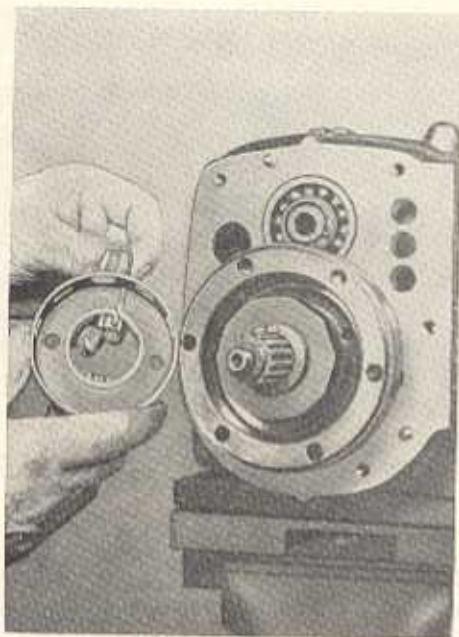

Bild G 70. Einlegen der Drehfeder in den Rollenkäfig
5. Den Rollenkäfig, in den die Drehfeder auch schon vorher mit dem Rücken nach rechts (wie Bild G 70 zeigt) eingelegt werden kann, über den Stern schieben und das freie Federende in das 2-mm-Loch der Wandung des Käfigs einführen. Die zehn Freilaufrollen unter entsprechendem Drehen in den Käfig und den Freilaufstern einlegen. Damit sie nicht herausfallen, notfalls einen Draht oder eine Spannfeder darumlegen. (Beim Einlegen der Freilaufrollen ist das Getriebe vorteilhafterweise auf das Kupplungs-gehäuse zu stellen.)